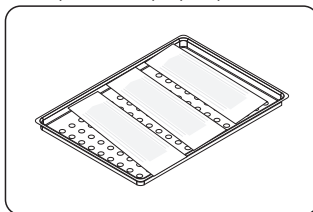
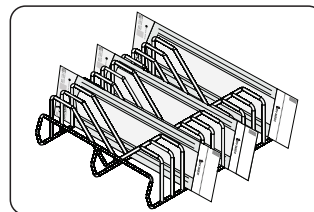

Fig. 25
Fig. 26
**¡OJO!** Al utilizar los sobres para esterilización, los mismos deben ser acomodados en las bandejas del autoclave con la **parte de papel para arriba** (Fig. 25), esto facilita la evaporación del vapor resultando en un secado rápido y eficiente. Conozca también el soporte para sobres Cristófoli (Fig. 26) que además de facilitar el secado, optimiza la capacidad interna del autoclave pudiendo soportar hasta 13 paquetes (1 soporte, Vitale 12) y 26 paquetes (2 soportes, Vitale 21). Nunca sobreponer los paquetes.
- 6.4.8 ► Si estuviera utilizando papel de grado quirúrgico (sobres para esterilización), coloque el paquete con la parte de papel destinado para arriba (eso optimizará el secado) (Fig. 25, pág. 21), evite la superposición de los paquetes.